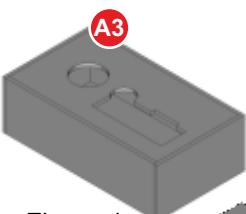

Figura 1
1) Piegare il pezzo A3 realizzando uno scatolato come in figura 1. Questo andrà a formare la parte riproducente la base in cemento. Questa parte è da colorare con grigio cemento (un grigio mediamente chiaro con una piccola quantità di giallo 22-188).